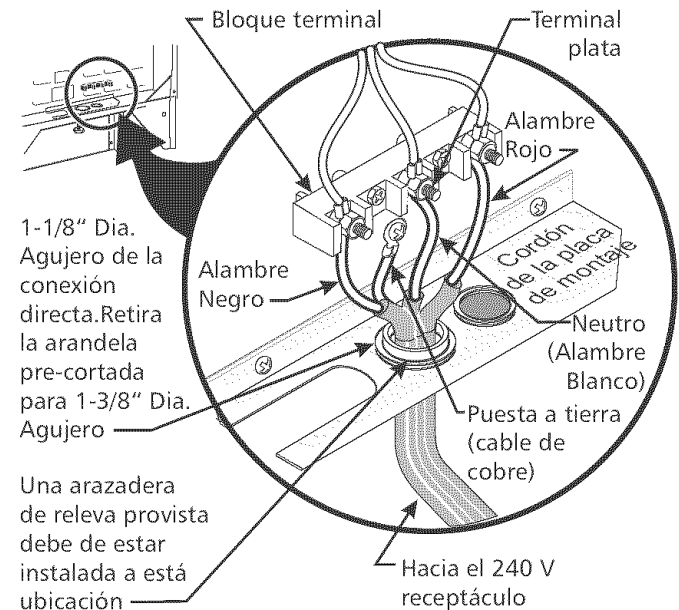

Figura 4
Para las casas sobre ruedas, las nuevas instalaciones, en los vehículos de recreación o en las áreas donde los códigos locales no permiten la conexión del conductor a tierra al neutro, un ensamblaje de suministro eléctrico de 4 conductores para estufas, clasificado a 125/250 voltios mínimo, 40 amperios mínimo, debe de ser utilizado (vea Figura 4).
4. Conecte el alambre de puesta a tierra (verde) del cordón eléctrico de cobre al marco del artefacto con el tornillo de puesta a tierra, usando el agujero en el marco donde se quitó el tornillo de puesta a tierra (vea figura 4).
6. Reponga las 3 tuercas sobre el bloque terminal (vea figura 4).
Si el aparato está conectado directamente al cortacircuito, a la caja de fusibles o a la caja de empalmes, use un cable blindado flexible o no metálico recubierto de cobre (con alambre a tierra). Provee una abrazadera releva de anclaje homologado UL a cada extremidad del cable. A la extremidad del electrodoméstico, el cable pase a través del agujero de la conexión directa (vea figura 4) en el cable de la placa de montaje. El tamaño de los alambres (**alambre de cobre solamente**) y las conexiones deben estar conforme al regimén del electrodoméstico.